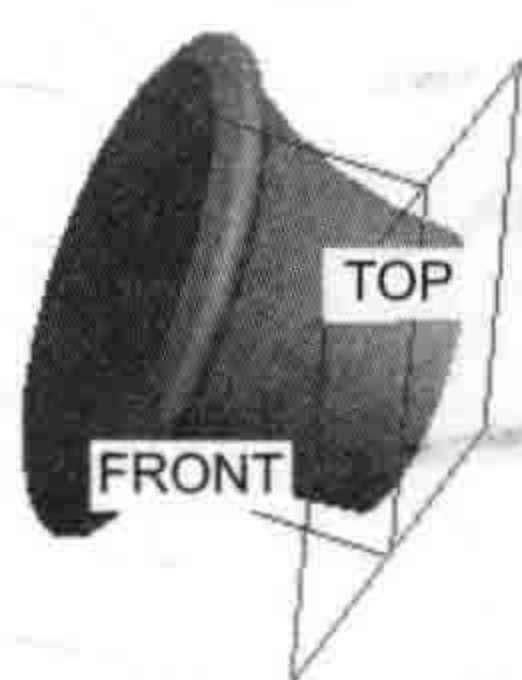

图 1.4 旋转 2
(4) 在操控板中选择“旋转角度”类型 (即草绘平面以指定的角度值旋转), 再在角度文本框中输入角度值 360.0, 并按 Enter 键。
(5) 在操控板中单击“预览”按钮, 可浏览所创建的旋转特征, 单击操控板中的按钮, 则完成特征的创建。
Step3. 创建图 1.4 所示的旋转特征——旋转 2。选择下拉菜单 **插入(I)**  **旋转(R)...** 命令; 选取 FRONT 基准平面为草绘平面, TOP 基准平面为参照平面, 方向为 **顶**; 绘制图 1.5 所示的旋转中心线和特征截面草图; 在操控板中选择旋转类型, 输入旋转角度值 360.0; 预览并完成所创建的旋转特征 2。